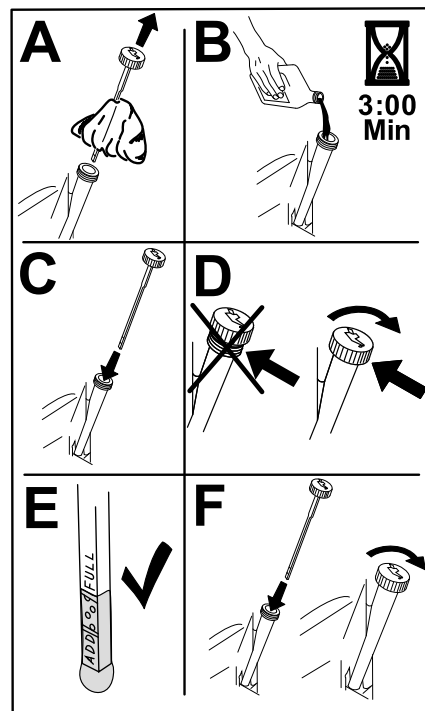

Figura 44
- Vierta lentamente un 80 % aproximadamente del aceite especificado por el tubo de llenado, luego añada lentamente el resto del aceite hasta que llegue a la marca de Lleno (Figura 44).